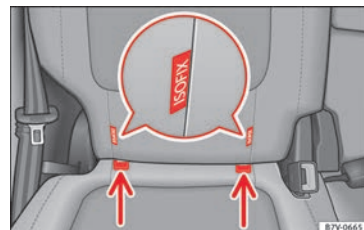

Fig. 38 Version 2 : identification des points d'ancrage du siège pour enfant sur le siège du véhicule.
- Encastrez le siège pour enfants dans les anneaux de retenue » fig. 38, dans le sens de la flèche. Le siège pour enfants doit s'encastrer de manière sûre et audible.
- Placez le siège pour enfants sur la banquette et fixez les crochets des ceintures de fixation dans les anneaux de retenue » fig. 38.